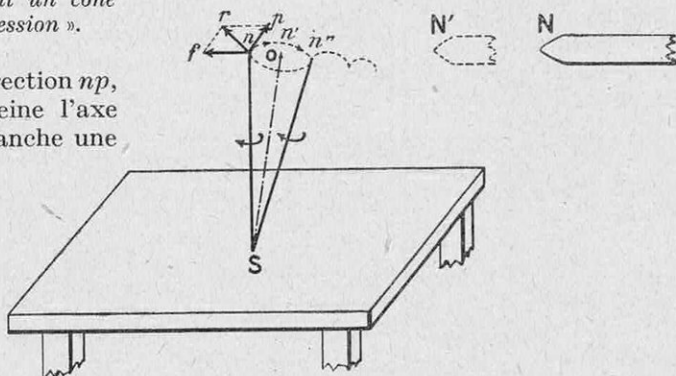

FIG. 4. - POURQUOI DANS L'EXPÉRIENCE DE LA FIGURE 2 LES DEUX POLES NORD SEMBLENT S'ATTIRER
b) Rapprochons-nous pas à pas des conditions de l'expérience et, pendant que la toupie dort, après avoir été lancée l'axe bien vertical, amenons brusquement le pôle nord de l'aimant auxiliaire à une certaine distance, en N par exemple, et laissons-le immobile (voir fig. 4). Pour ne pas embrouiller la figure, le volant de la toupie n'est pas représenté.